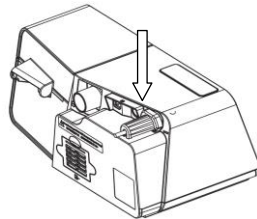

Fig. 12-7
(4) Apăsați în jos dispozitivul de blocare a cablului de alimentare pentru a fixa cablul de alimentare în port, așa cum se arată în Fig. 12-7.